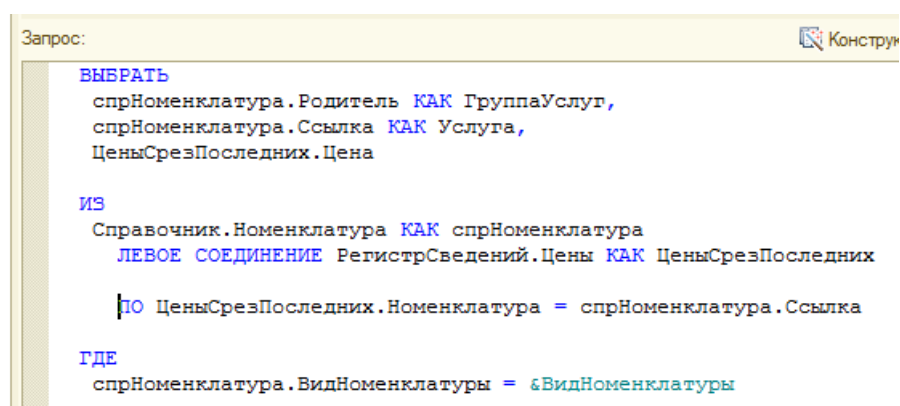

Рисунок 93 Листинг запроса
24. Сравните листинг запроса (рис. 93):